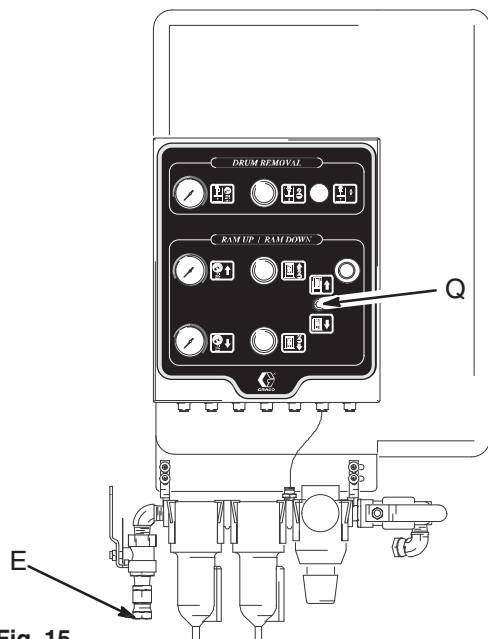

Fig. 15
1. Mettre le levier de la vanne manuelle de commande de l'élévateur [(Q à la Fig. 15)] sur ARRÊT. Couper l'alimentation d'air de l'élévateur et de la pompe.
Arrêt d'urgence du mouvement de l'élévateur (Fig. 15):